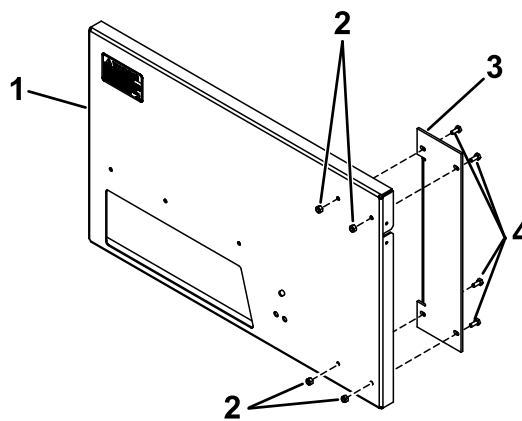

図 1
1. バックプレートにサポートを取り付けるボルト $\frac{1}{4}$  x  $\frac{5}{8}$ "4本とロックナット $\frac{1}{4}$ "4個を使用する 図 1。